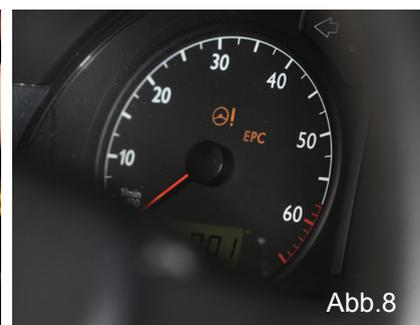

Abb.8
11. Motor starten. Die Kontrollleuchten für Lenksystem und Fahrzeugstabilitätskontrolle (Abb.8) müssen erlöschen. *Falls eine- oder beide Kontrollleuchten nicht erlöschen, kann folgende Vorgehensweise Abhilfe schaffen:*